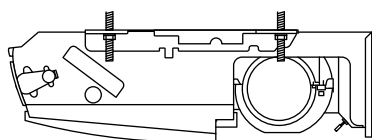

Fig. 3-47
- c) Apriete las 2 tuercas hexagonales de cada perno de suspensión para suspender la unidad interior (Fig. 3-47).